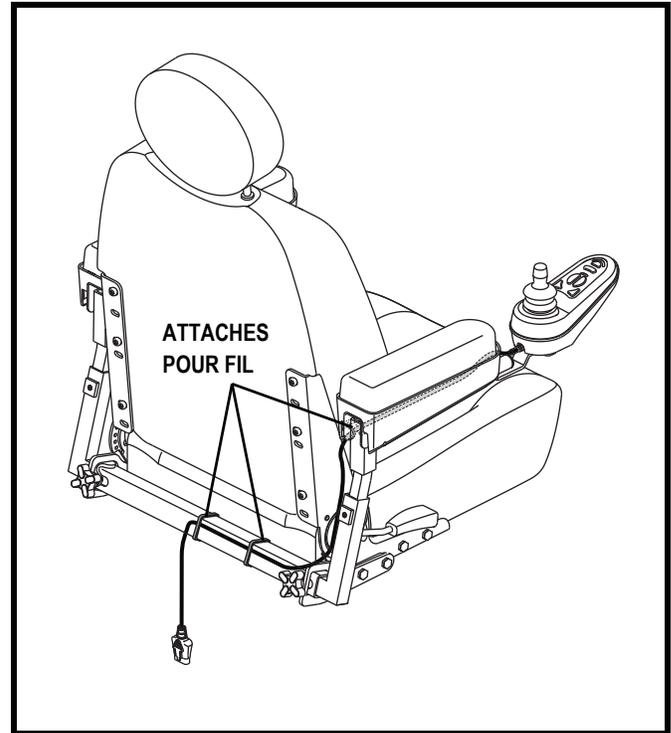

Figure 13. Câble sécurisé sur un siège Contour
8. Fixez le câble du contrôleur sous l'accoudoir avec des attaches pour fil (siège Contour seulement). **Voir la figure 13.**
10. Fixez le câble du contrôleur sous l'accoudoir avec des attaches pour fil. **Voir la figure 13.**